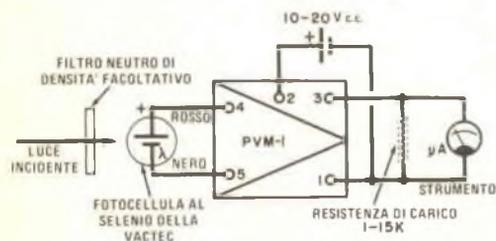

Fig. 5 - Il moltiplicatore di tensione per fotocellula, modello PVM-1 della Vactec, aumenta la sensibilità della cellula fotovoltaica al selenio a sinistra.
*Fig. 5 - Dopo aver incollato il foglio di spugna plastica sul riflettore, si monti su esso la lastra di vetro usando angolari per specchi. Si noti, intorno al foro per l'altoparlante, la striscia di spugna plastica adesiva simile a quella usata per sigillare le finestre nella stagione invernale.*
Si incolli un foglio di spugna plastica elastica spesso 0,32 cm al pannello riflettore e si monti su esso, usando quattro angolari per specchi, un pezzo di vetro per finestre da 25,4 x 20,32 cm, come si vede nella *fig. 5*.
la Vactec (*fig. 5*). Grandi variazioni di tensione possono essere ottenute con alta resistenza locale. Con cellule di piccola area si può avere un responso in frequenza dalla c.c. a 15 kHz.
L'unità illustrata nella *fig. 5* può essere usata come fotometro in unione con un sensibile microamperometro, la cui resistenza non ha importanza. Due unità possono essere usate in un fotometro a ponte. Il circuito integrato consente anche la costruzione di nuovi microfoni elettro-ottici, in cui la luce riflessa da uno specchio montato su un diaframma viene diretta nella fotocellula.